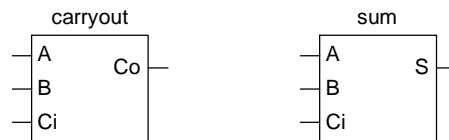

Figura 2 - Símbolos dos circuitos que realizam as funções  $Co(A,B,Ci)$  e  $S(A,B,Ci)$ .
- Construa agora um circuito, *fulladder*, que implemente o somador completo recorrendo aos símbolos dos circuitos *sum* e *carryout* (figura 2), e respetivas interligações. Mantenha as entradas e as saídas do somador completo com os nomes A, B, Ci e Co, S, respetivamente.